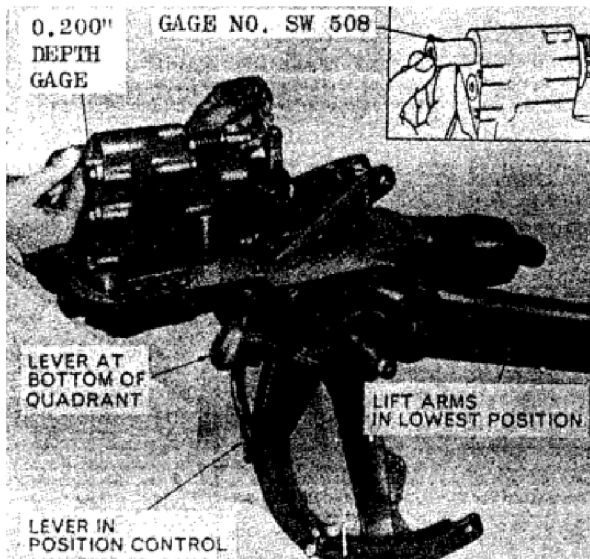

Fig. 385-Adjusting position control sinkege. Raadpleeg tekst voor procedure en specificaties. Zie ook naar geëxplodeerde weergave van koppeling in Fig. 388.
trot valve bushing. Measure control valve position with an accurate depth gage or with special adjustment gage (Nuday tool No. SW-508A). NOTE: The Nuday SW-508A aanpassingstool heeft een 0.200 gage aan de ene kant en een 0.030 gage aan de andere kant en kan worden gebruikt om vorige en huidige eenheden aan te passen. Indien nodig aan te passen, los lock moer op de regelklep turn buckle en zet de turn buckle in of uit indien nodig totdat de juiste regelklep spoel positie is vastgesteld, draai lock moer en opnieuw af te vinken aanpassing. Zie Fig. 384. Met ontwerp controle koppeling correct Iriitisted, past u de koppeling van de positiecontrole zoals beschreven in de volgende paragraaf 346. 346, PAS POSITIE CON- TROL KOPPELING. Met ontwerp-controle koppeling aangepast zoals beschreven in paragraaf 345, verwijzen naar Fig. 385 en
ga als volgt te werk: Verplaats de keuzehendel om de bediening te positioneren en de hefarmen naar een volledig lage positie. Verplaats de kwadrant control hendel naar de onderkant van kwadrant voor eerdere eenheden (Fig. 385), 112-inch van de onderkant van kwadrant voor huidige eenheden (Fig. 386) of onderste inkeping in kwadrant voor model 4200 (Fig. 387). De voorkant van de regelklep spoel moet dan 0,200 (vorige eenheden) of 0,030 (cur-huur eenheden) hieronder gelijk met de voorkant van de controle klep bushing. De control kleppositie moet worden gemeten met een nauwkeurige dieptegage of speciale afstelgage zoals beschreven in paragrafiek 345. Indien nodig om de koppeling van de positiecontrole aan te passen, verwijzen wij u naar fig. 388, houdplaat (65) vast om met een moer te draaien terwijl de moer losraakt (64); het niet vasthouden van de plaat van het draaien kan ertoe leiden dat pin (66) worden getrokken of gebogen. Met moer los gemaakt,